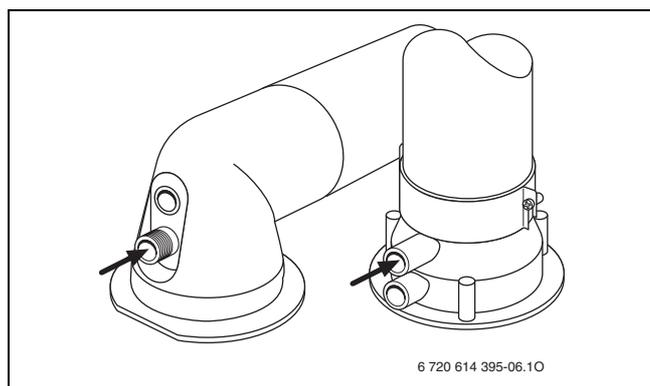

Fig. 54
- ▶ Rimuovere il tappo dalle prese di analisi combustione (→ fig. 54).